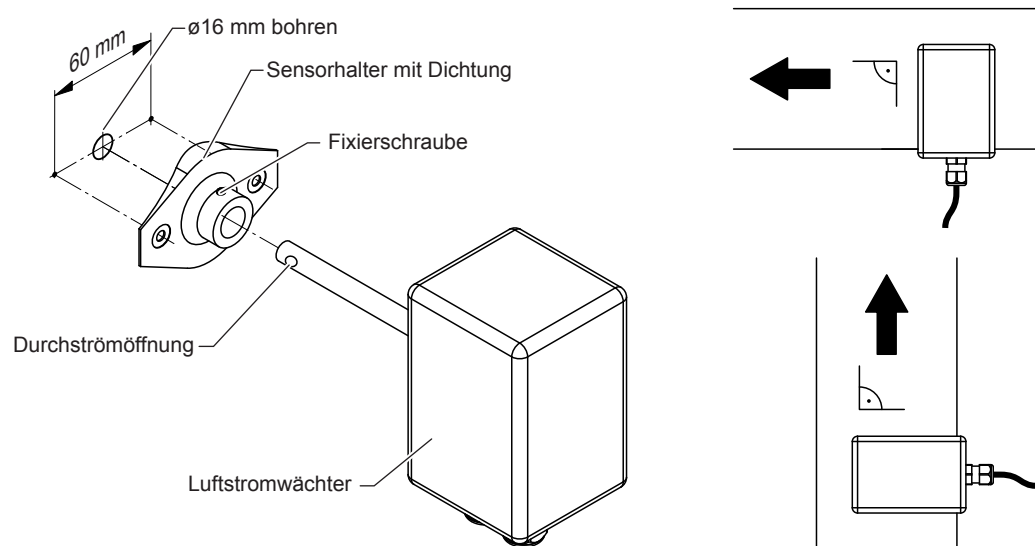

Abb. 24: Montage des Luftstromwächters
3. Den Sensorschaft des Luftstromwächters bis zum Anschlag Sensorhalter einschieben. Die Durchströmöffnung so ausrichten, dass sie genau in Luftstromrichtung zeigt. Die Durchströmöffnung zeigt in Luftstromrichtung, wenn die Längsseite des Sensorgehäuses 90° zur Luftstromrichtung ausgerichtet ist (siehe Abb. 24). Anschliessend den Luftstromwächter mit der Fixierschraube befestigen.